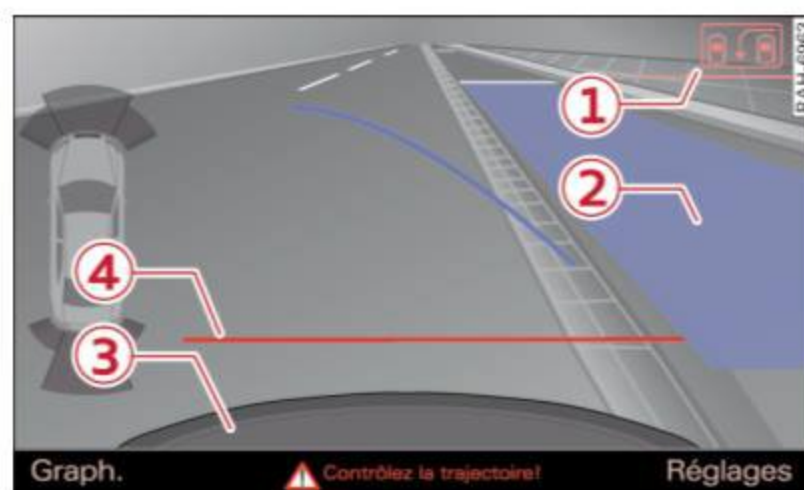
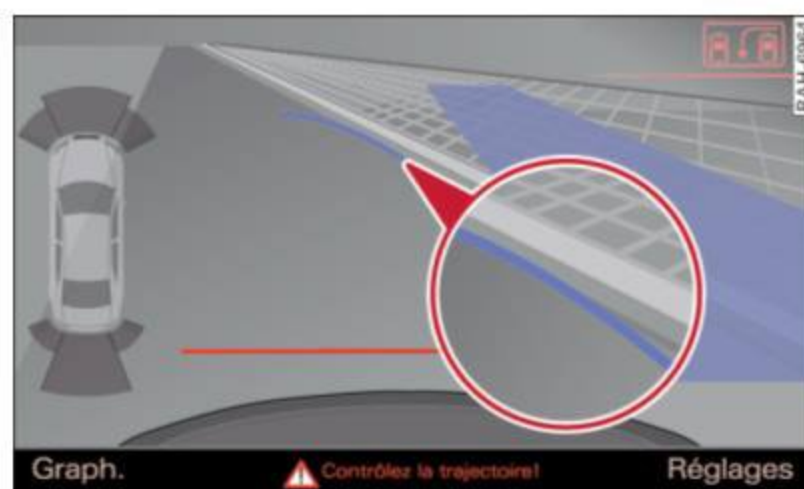

Fig. 129 Affichage du MMI : surface bleue dans l'espace de stationnement
Fig. 130 Affichage du MMI : Courbe bleue sur la bordure de trottoir
- ▶ Appuyez sur le bouton de commande **Mode** ⇒ *fig. 129* ① sur la console de commande MMI. Parking mode 2 (Mode de stationnement 2) apparaît.
- ▶ Reculez et placez votre véhicule de façon à ce que la surface bleue ② borde l'arrière du véhicule ou la ligne de l'espace de stationnement. La zone bleue représente un prolongement du profil du véhicule d'environ 5 m (16 pi) vers l'arrière. Le long côté de la zone bleue devrait être au niveau du trottoir. La zone bleue entière doit entrer dans l'espace de stationnement.
- ▶ Reculez dans l'espace de stationnement. Arrêtez dès que la courbe bleue touchera à la bordure de trottoir ⇒ *fig. 130* ⇒ ⚠.
- ▶ Continuez de reculer dans l'espace de stationnement jusqu'à ce que le véhicule soit parallèle au trottoir. ③ représente le pare-chocs arrière. Vous devriez arrêter de reculer dès que la ligne d'orientation rouge ④ touche un objet et pas plus tard ⇒ ⚠! Ne perdez pas de vue l'avant de votre véhicule pendant cette manœuvre ⇒ ⚠.
Lorsqu'il y a un obstacle (tel un mur) près d'un espace de stationnement, choisissez un espace avec plus d'espace sur les côtés. Positionnez le long côté de la zone bleue pour qu'il y ait suffisamment d'espace à partir du trottoir. La surface ne doit pas être sur le trottoir. Vous devrez aussi commencer à tourner le volant beaucoup plus rapidement. Il devrait y avoir suffisamment d'espace entre le trottoir et la courbe bleue, et la courbe bleue ne ⇒ *fig. 130* doit **pas** toucher le trottoir.